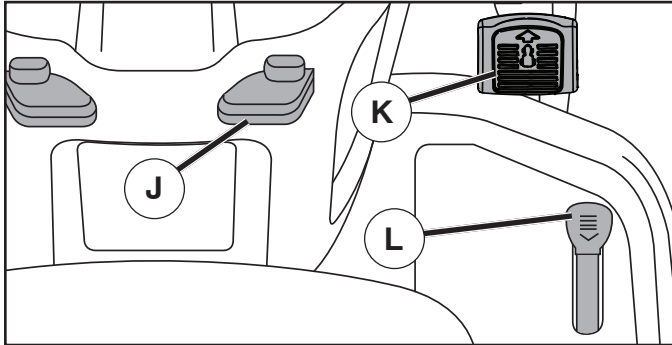

Fig. 20
## MOVERSE HACIA ADELANTE Y HACIA ATRÁS (Vea Fig. 20)
- Apretar lentamente el pedal marcha adelante (K) y atrás (L) para iniciar el movimiento. Más se aprieta el pedal y mayor es la velocidad.
## UTILIZAR EL MANDO CRUCERO (J) (See Fig. 20)